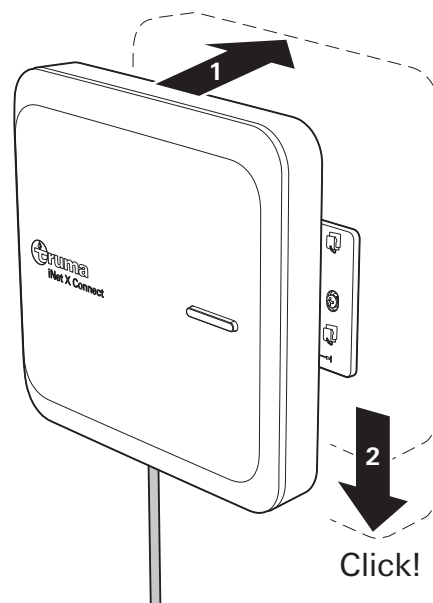

Fig. 19
- ❗ El Connect puede insertarse en la placa de montaje girado 180°, de modo que la conexión para el enchufe del cable no esté en la parte inferior (Fig. 19), sino en la parte superior.